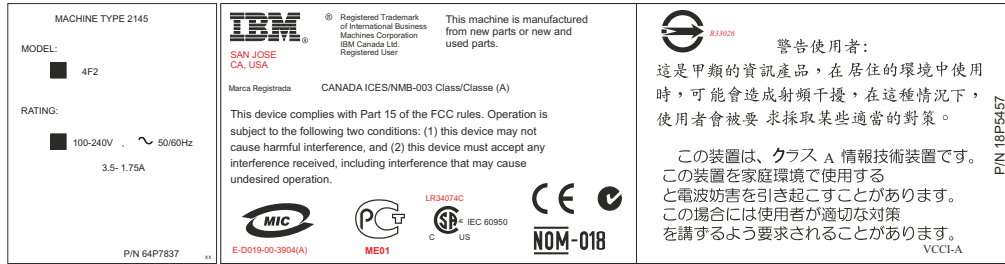

図5. SAN ボリューム・コントローラーの機関/格付けラベル
1. 機関/格付けラベル。 xxxii ページの図 5 を参照してください。